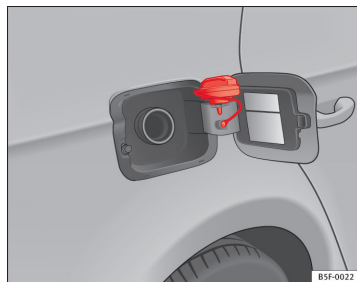

Fig. 106 Trappe à carburant avec bouchon fermé
- Placez le bouchon dans le logement se trouvant sur la charnière de la trappe à carburant ouverte ⇒ fig. 106. ▶